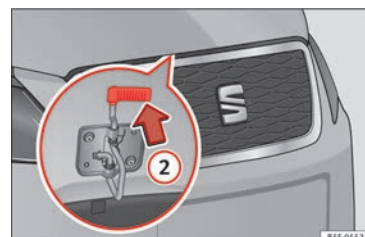

Abb. 9 Hebel unter der Motorraumklappe.
- Heben Sie die Motorraumklappe an. Drücken Sie die Wippe unterhalb der Motorhaube nach oben » **Abb. 9 ②**. Dabei wird der Fanghaken entriegelt.